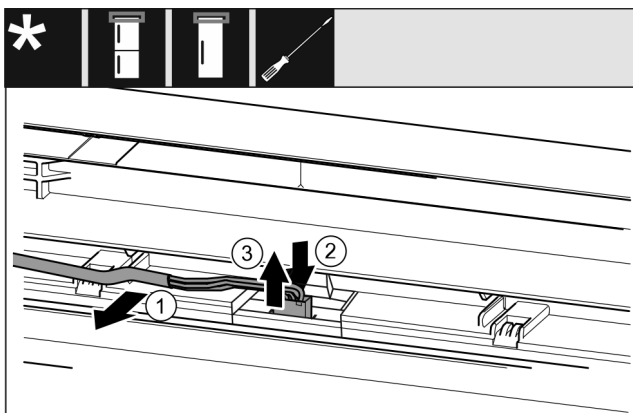

Fig. 24 Combinazioni frigorifero/congelatore / congelatori / refrigeratori*
- ▶ Allentare con cautela il cavo Fig. 24 (1) dalla guida nella porta.*
- ▶ Spingere all'indietro la linguetta Fig. 24 (2) dietro la presa.*
- ▶ Estrarre delicatamente la presa Fig. 24 (3) verso l'alto.*